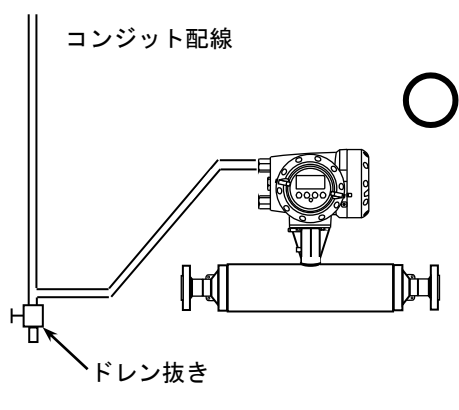

図 2.5a
- 5) コンジット配線を行う場合には「図 2.5a」に示すように配線接続口から下向きの傾斜を設けて、配線接続口にコンジットを通して水が流れ込まないようにしてください。